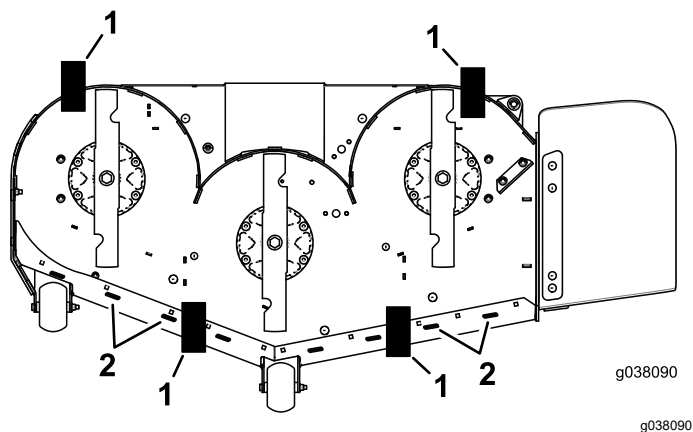

Figura 84
11. Coloque dos bloques (consulte la tabla *Altura de los bloques e inclinación*) debajo del borde trasero del faldón de la carcasa de corte, uno en cada lado de la carcasa de corte (Figura 84).